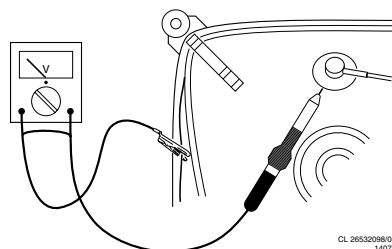

Figure 2-1
- Pour éviter l'endommagement des circuits intégrés et des transistors, il convient d'éviter tout amorçage de haute tension. Pour éviter l'endommagement du tube-image, il convient d'appliquer la méthode de déchargement indiquée à la Fig. 2.1. Utilisez à cet effet une sonde à haute tension et un appareil de mesure universel (position CC-V). Procédez à la décharge jusqu'à ce que l'aiguille du cadran se trouve sur 0 V (après environ 30 s).